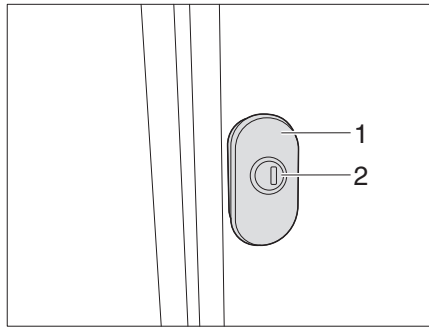
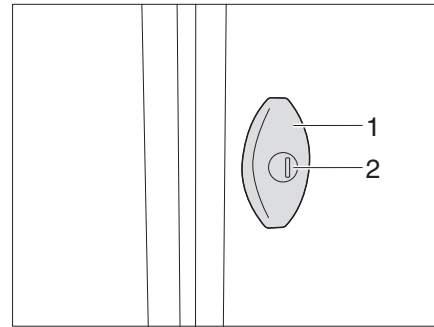

Bild 52 Vridspännlås (variant 1)
Bild 53 Vridspännlås (variant 2)
- Stick in nyckeln i låscylindern (Bild 52/Bild 53,1) och vrid ett kvarts varv. Lucklåset är upplåst.
- Dra i vridspännlåset (Bild 52/Bild 53,2) och vrid i 180° moturs. Den utvändiga luckan är öppen.